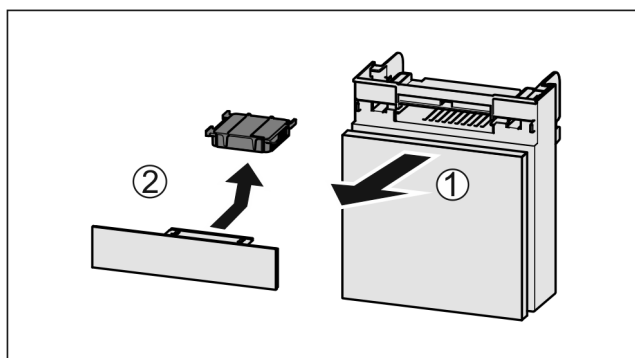

Fig. 92
- Pretinac izvucite Fig. 92 (1) prema naprijed.
- Izvadite filter s aktivnim ugljenom Fig. 92 (2).